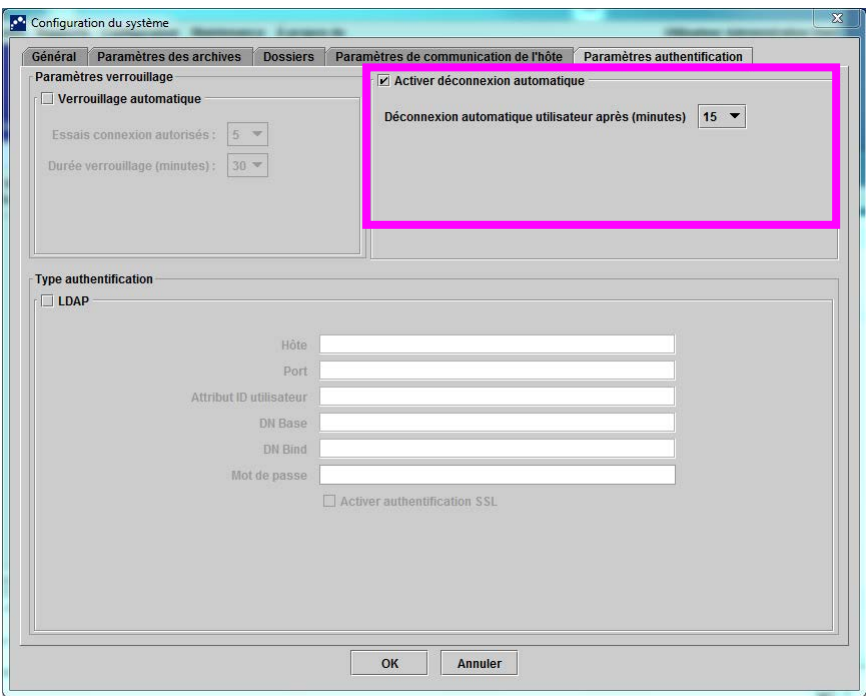

Figure 2-86. Paramètres d'authentification configurés pour la déconnexion automatique
2. Cliquez sur l'onglet **Paramètres authentification** ; les informations sur les paramètres d'authentification s'affichent. Voir la Figure 2-86.